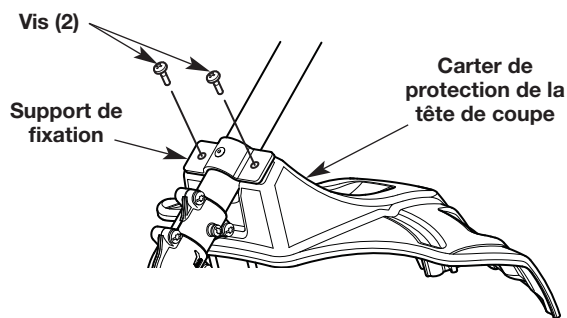

Fig. 1
1. Placez le carter de protection de la tête de coupe sur le support de fixation. Alignez les trous présents dans le carter de protection de la tête de coupe avec ceux du support de fixation. (Fig. 1)